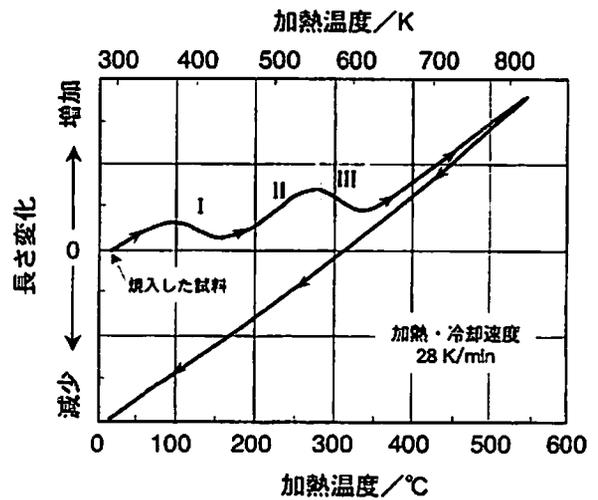

図 5-2 焼入した Fe-0.94% C 鋼の焼もどしによる長さの変化
問2. 鋼は  $\gamma$ -Fe 領域から室温まで急冷するとマルテンサイト変態する。この熱処理を焼入れとよぶ。炭素含有量の多い鋼を焼入すると、一部の  $\gamma$ -Fe は未変態のまま準安定相として残る場合がある。焼入した鋼は通常硬くて脆いため適当な温度まで加熱して焼もどしを行う。図 5-2 に  $\gamma$ -Fe 領域から焼入した Fe-0.94% (重量%) C 鋼の棒材を約  $550^\circ\text{C}$  まで連続的に昇温し、その後室温まで冷却したときの棒の長さの変化を示す。
- (1) 図 5-2 の昇温中の領域 I では長さの収縮が起こる。この収縮が起こる理由について説明せよ。
- (2) 図 5-2 の昇温中の領域 II では長さの膨張が起こる。この膨張が起こる理由について説明せよ。
- (3) 図 5-2 の昇温中の領域 III では長さの収縮が再び起こる。この収縮が起こる理由について説明せよ。